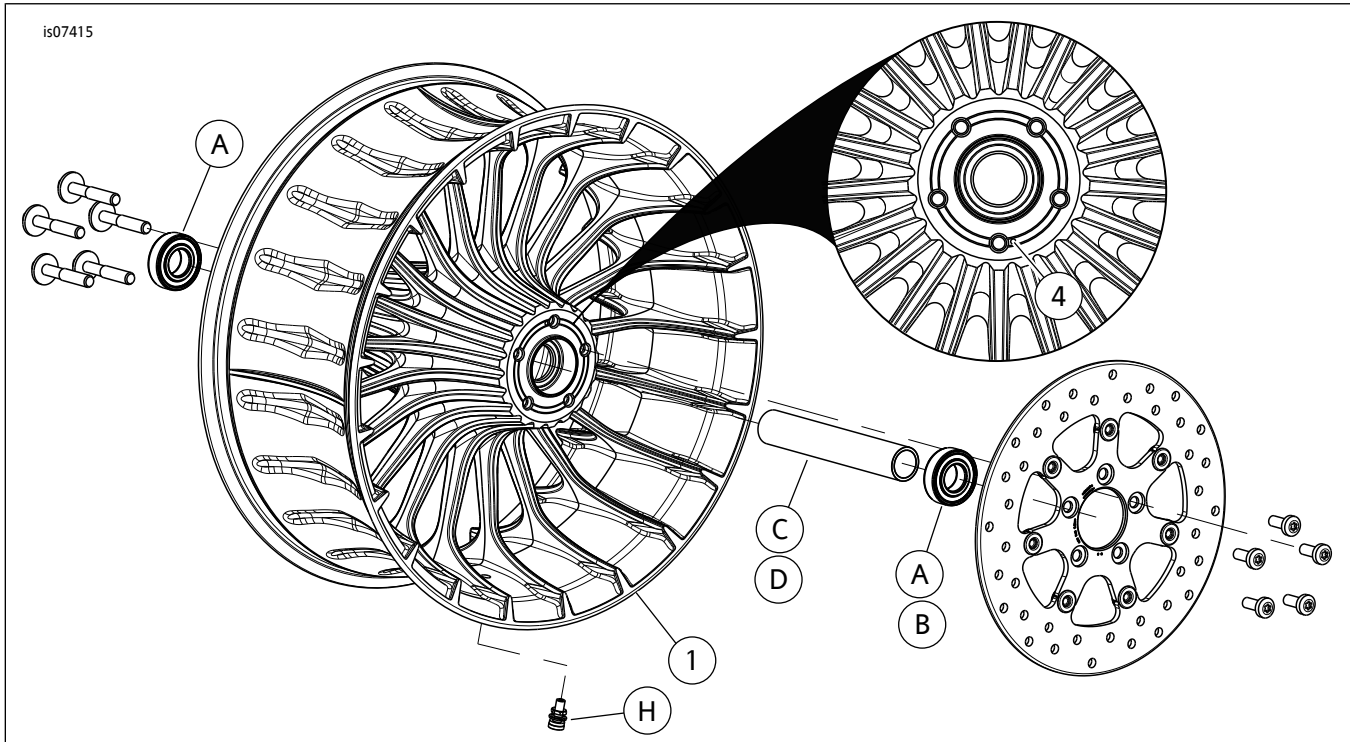

图1。维修零件：Turbine后轮
这些套件仅包括定制车轮。参见图1和表2。
2. 参见图1。在车轮上安装阀杆组件(H)。参见维修手册。